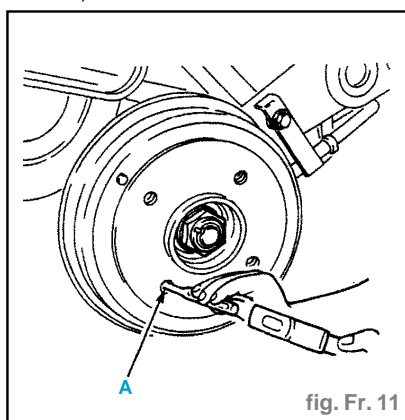

fig. Fr. 11
- En cas de difficulté pour déposer un tambour, engager un chasse-goupille dans l'orifice (A) et pousser latéralement le levier de frein à main pour permettre le retrait des garnitures (fig. Fr. 11).